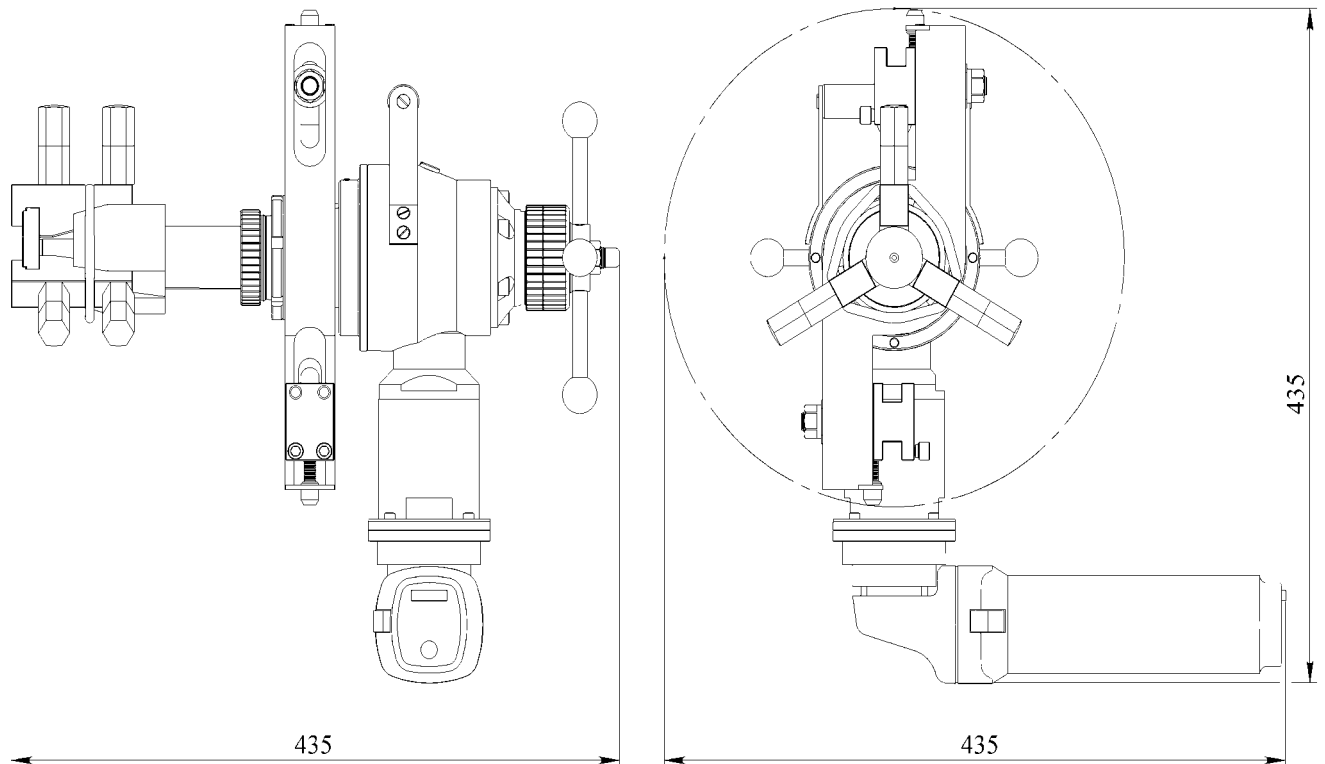

Рис. 1. «Мангуст-200-Электро»
- Состав и устройство отдельных узлов показан на рис. 1–7 «ПРИЛОЖЕНИЯ».